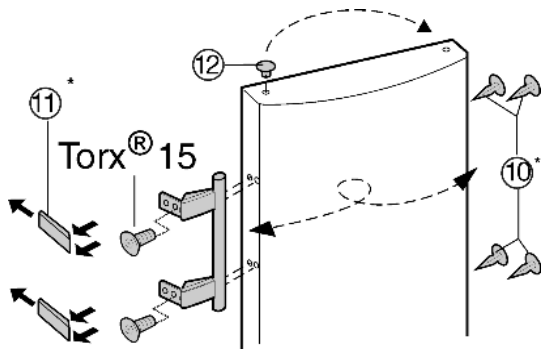

Fig. 9
- ▶ Scoateți dopul Fig. 9 (12) din bucșa suport a ușii și fixați-l pe latura opusă.
- ▶ Demontați mânerul ușii, dopul Fig. 9 (10) și plăcile de presare Fig. 9 (11) și așezați-le pe partea opusă.